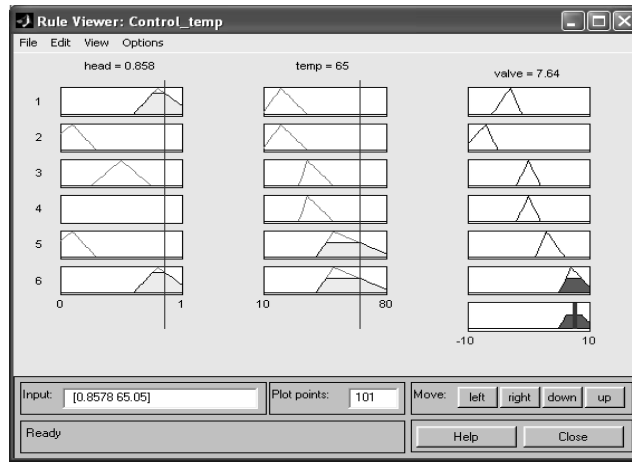

Рисунок 2 – Вікно перегляду роботи правил
8. Перевірити роботу системи, задаючи у вікні *Rule Viewer* значення для вхідних змінних (рис. 2). А також переглянути поверхню відгуку системи, вибравши з меню *View->Surface*.